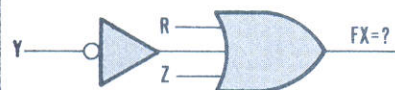

FIGURA 24-3
18. Escreva a equação de saída da porta da figura 24-3.